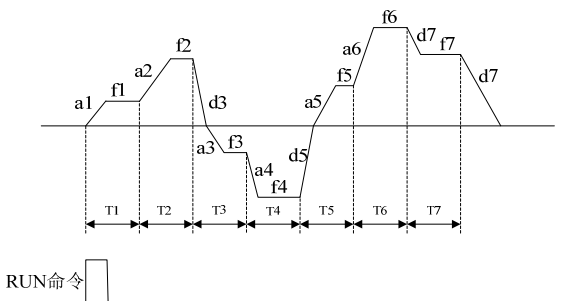

图 4-22 单循环示意图
**1：单循环** 变频器多段速运行完成一个循环后自动停止，此时需要再次给出运行命令才能起动。若某一阶段的运行时间为 0，则运行时跳过该阶段直接进入下一阶段。如图 4-22 所示：